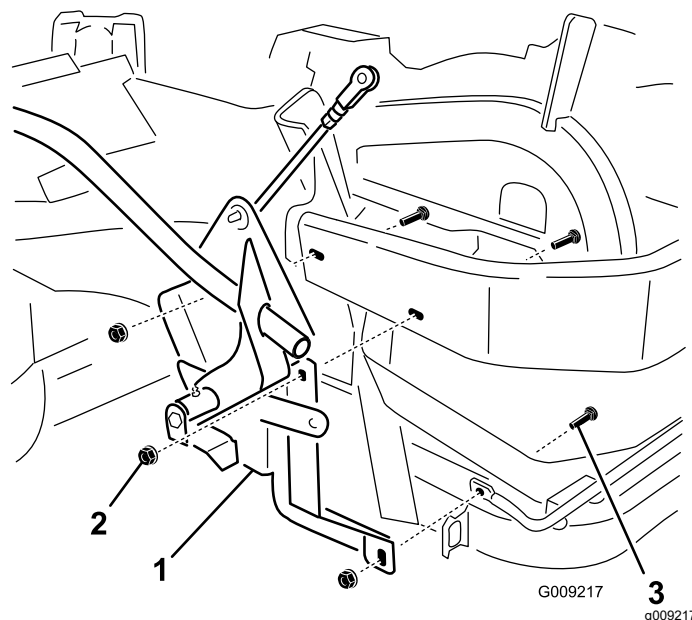

Figura 7
3. Fixez la poignée et le support sur le côté de la machine à l'aide de 3 boulons de carrosserie ($\frac{3}{8}$ x $1\frac{1}{4}$ po) et de 3 écrous à embase (grande embase – $\frac{3}{8}$ po), comme montré à la Figura 7.